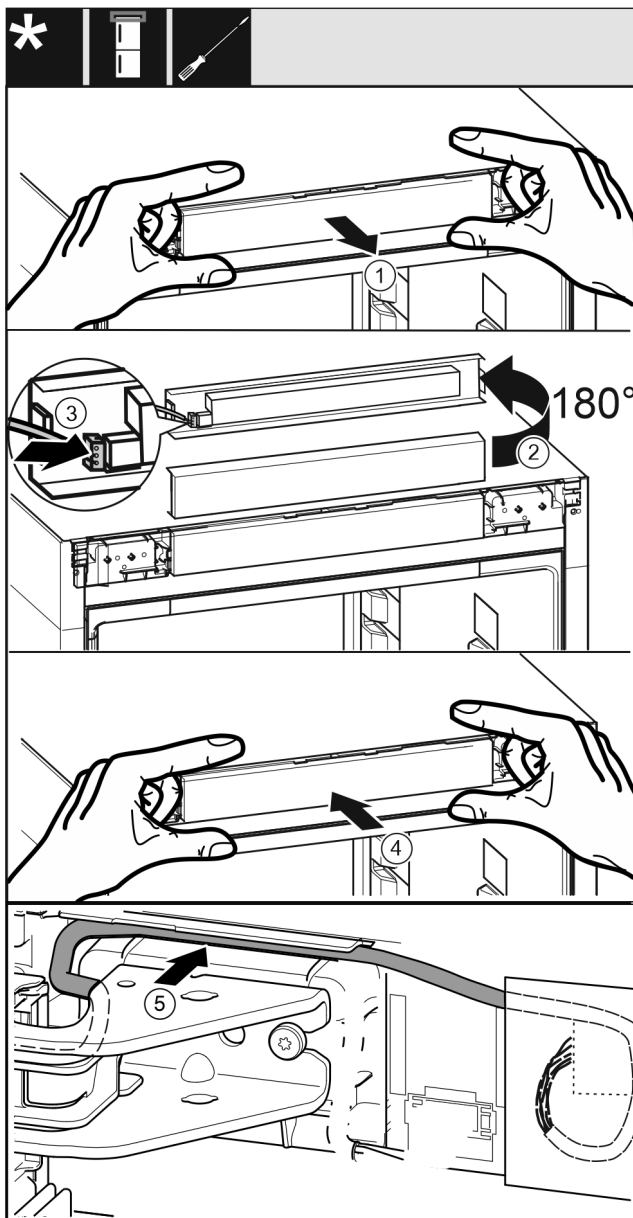

Fig. 43
- ▶ Retirer soigneusement le panneau de commande. Fig. 43 (1)
- ▶ Tourner le cache de 180° vers le haut. Fig. 43 (2)
- ▶ Enclencher la prise dans le cache de commande. Fig. 43 (3)
- ▶ Enclencher à nouveau le panneau de commande dans l'appareil. Fig. 43 (4)
- ▶ Poser délicatement le câble gris dans le guide au-dessus du support de palier supérieur. Fig. 43 (5)